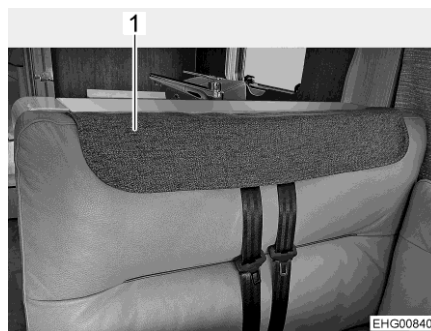

Fig. 85 Cubierta para cinturones de seguridad instalada
Cuando el vehículo está colocado, los reposacabezas pueden retirarse del cojín del respaldo del banco para que sea posible sentarse más cómodamente. Las aberturas para los reposacabezas y el recorte para los cinturones de seguridad pueden cubrirse con una cubierta para cinturones de seguridad (Fig. 85,1).
- Colocar la cubierta para cinturones de seguridad sobre el recorte para los cinturones de seguridad (Fig. 85).